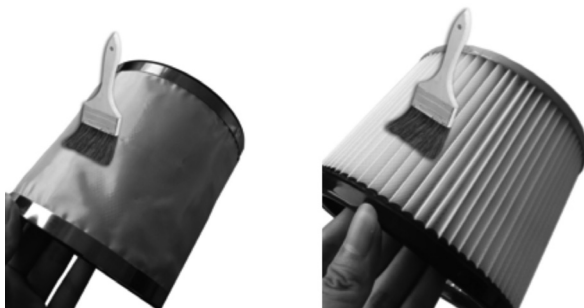

Fig. A4
7. Reinigung der Drahtgitterabdeckung und des HEPA-Filters (Abb. A4)